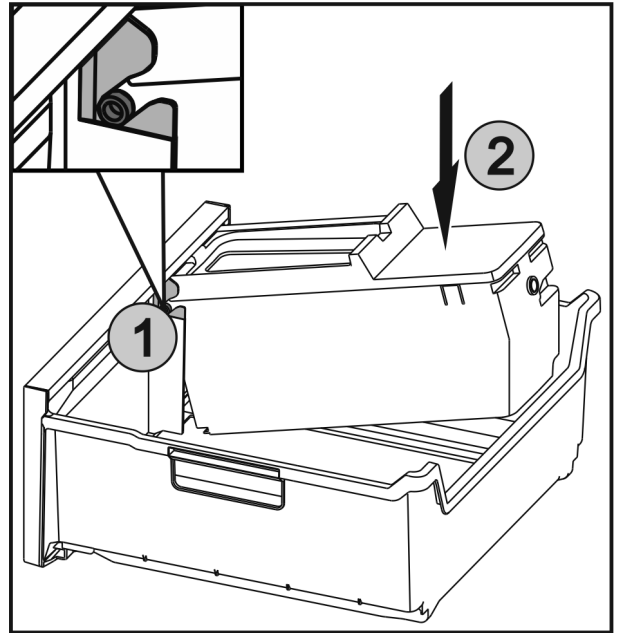

Fig. 59
- ▶ De assen Fig. 59 (1) van EasyTwist-Ice in de geleidingen schuiven en de achterste zijde Fig. 59 (2) erin drukken tot de lip vergrendelt.